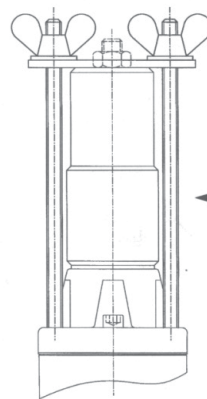

図 13.1
5. 図13.1/14.1に示すように、2穴プレートをねじ棒の上に置き、次にワッシャーを置き、蝶ナットで固定します。